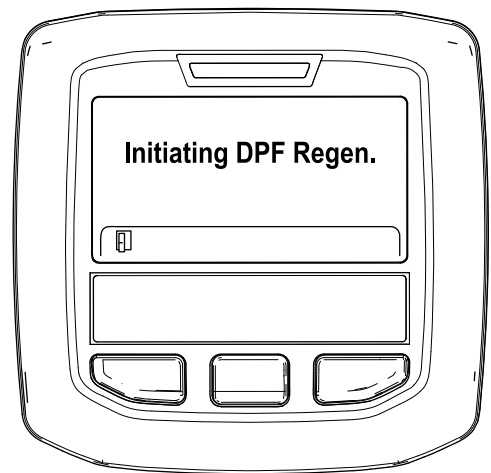

Figura 38
- A. Aparece el mensaje “Iniciando regeneración del FPD” (Figura 38).